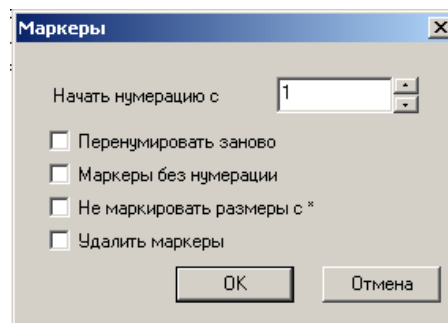

Рис.11
16. В открывшемся окне диалога (рис.11) можно установить параметры выполняемой маркировки. Оставьте нем все без изменений и нажмите кнопку **ОК**.